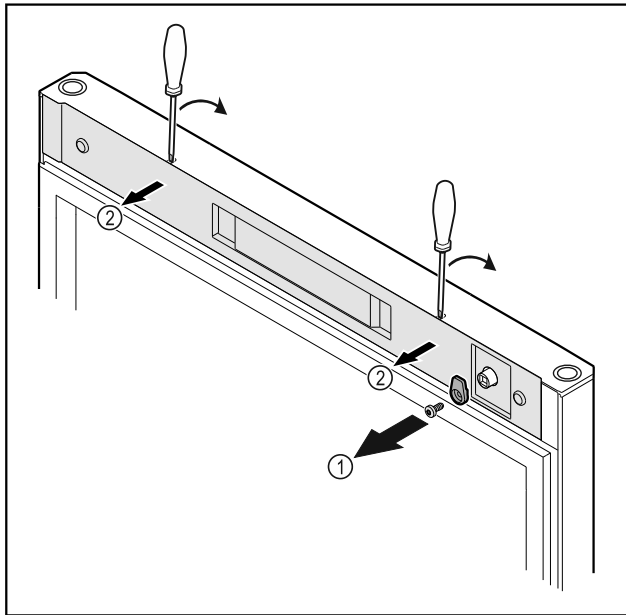

Fig. 20
- ▶ Skru av lukketappen Fig. 20 (1).
- ▶ Vipp dekselet Fig. 20 (2) ut av stilling med en liten skruetrekker, og ta det av.